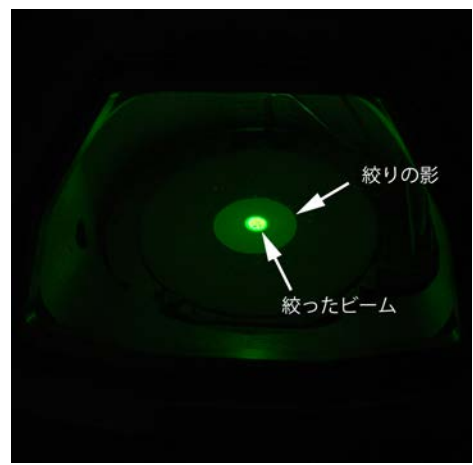

図 12 ビームと絞りの影の中心を合わせる
11. 対物絞りの軸調整つまみ（図 8）で絞りの影の中心をビームの中心に正確に合わせる（図 12）。